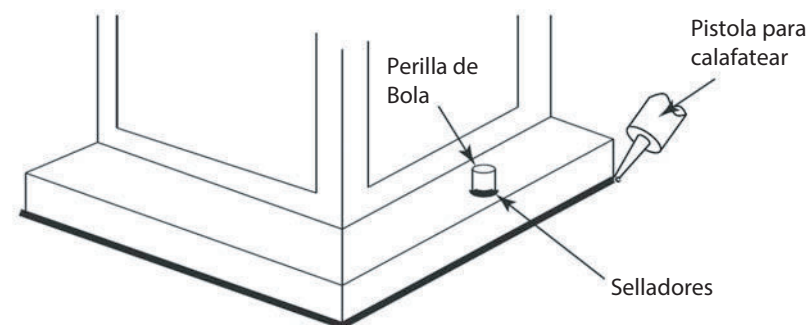

Figura 2
1. Conecte el cable de alimentación positiva (A) (normalmente negro el lado no marcado suave del cable de dos conductores) de plomo accesorio positivo (B) con un giro de tamaño apropiately conector - Véase la Figura 2 y 3.
2. Conecte el cable de alimentación negativa (C) (por lo general de color blanco o el lado marcado estriado del cable de dos conductores) de plomo accesorio negativo (D).
Loop alambre de tierra (E) (generalmente de cobre o verde recubierto de plástico) debajo de la cabeza del tornillo de tierra (S) en la brida de montaje accesorio (M) y conectar con el extremo suelto del cable de tierra luminaria directamente al cable de tierra del sistema de construcción con un tamaño adecuado twist-conectores - Véase la Figura 2.
Después asegurar fijo en su lugar, se recomienda que la distancia entre la parte superior y la base de montaje del accesorio se sellará con cualquier buen masilla impermeable de calidad o sellador de silicona (no incluido). También se recomienda que una pequeña capa de madilla o sellador de ser sometidos a los mandos de bolas utilizadas para montar accesorio - Véase la Figura 2.